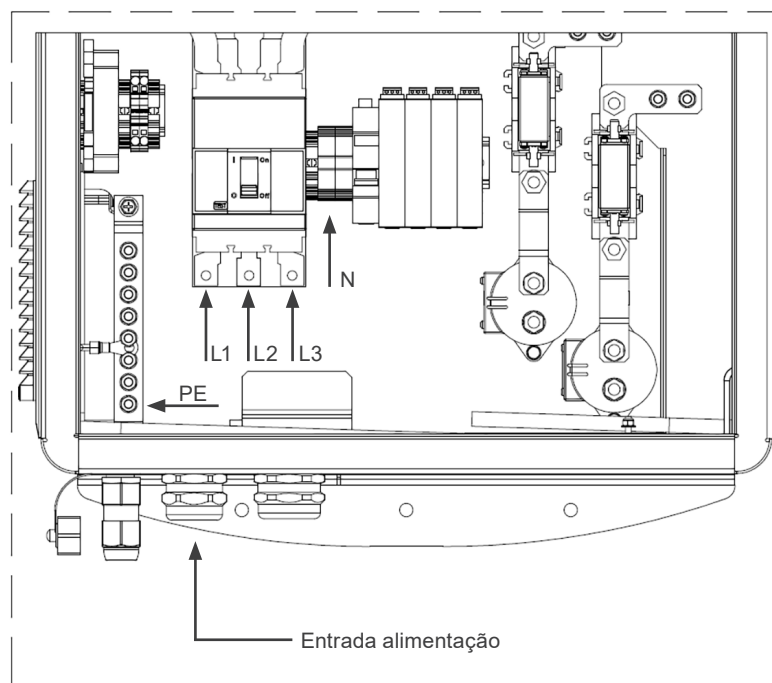

Figura 3.15: Entrada de alimentação
A conexão da estação WEMOB-STATION à rede elétrica é feita diretamente nos terminais do disjuntor Q1 (Fases L1-L2-L3), no borne neutro e na barra Terra (PE) (aterramento da estrutura) conforme Figura 3.15 na página 3-15.